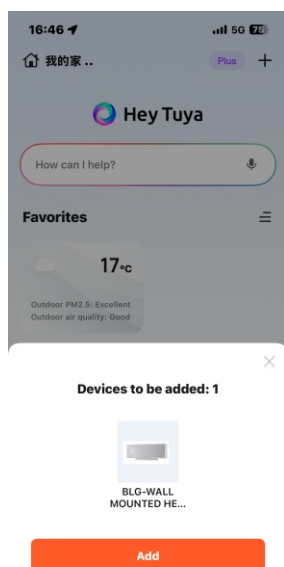
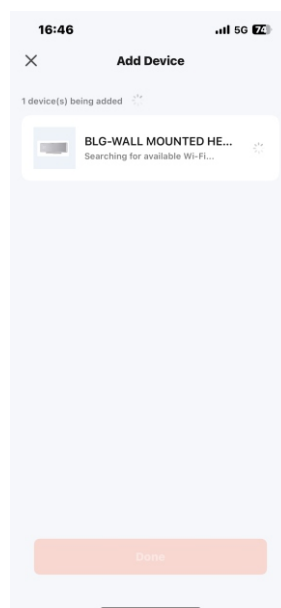

Imagen 1
Imagen 2
- 1) Cuando el producto esté en funcionamiento, mantenga el Bluetooth activado, abra la aplicación «Tuya Smart», aparecerá un enlace y haga clic en «AÑADIR» como se muestra en la imagen 1. A continuación, la aplicación se mostrará como en la imagen 2.